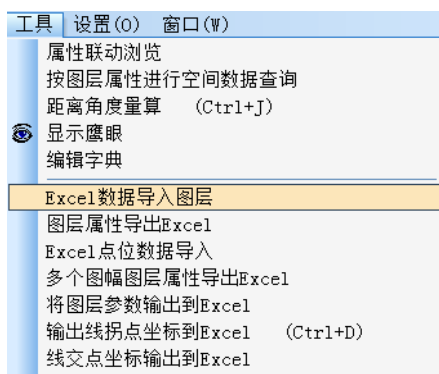

图 35
f. 选择菜单“工具”→“Excel 数据导入图层”（见图 35）；